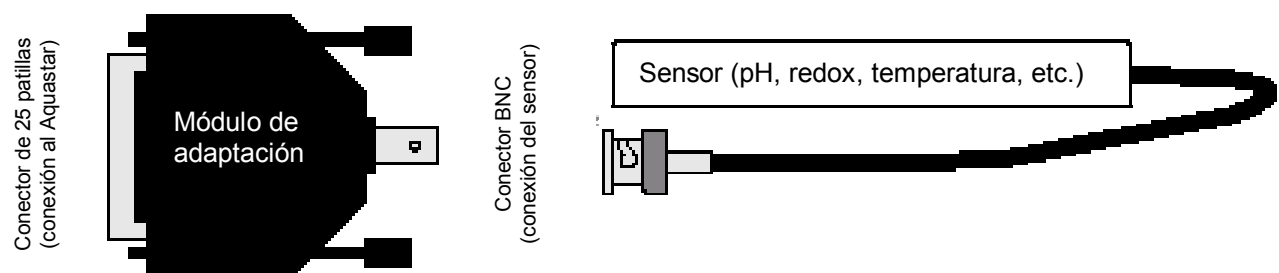

Fig. 3: Módulo de medida y control
- Módulo de adaptación (ver Fig. 3)
Un módulo de medida y control consta de un sensor (por ejemplo, un sensor de temperatura, un electrodo de pH, etc.) y un Módulo de adaptación (ver Fig. 3) alojado en una caja negra (similar a los conectores de ordenador). Este módulo tiene en un lado un conector BNC para conectar el sensor, y en el otro un conector SUB-D de 25 patillas para conectar al *iks Aquastar*. Los sensores de nivel y conductividad están directa y firmemente conectados al enchufe de 25 patillas.